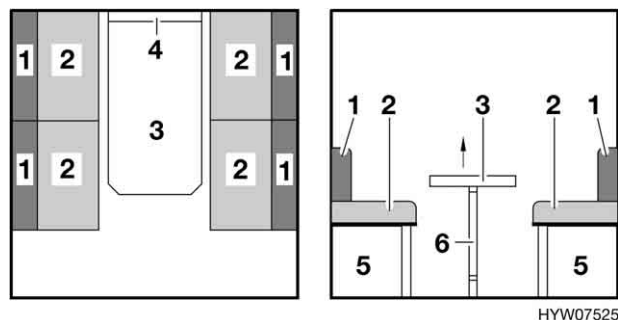

Fig. 53 Prima della trasformazione
- Sollevare leggermente il piano del tavolo in avanti (Fig. 53,3).
- Sbloccare il piede del tavolo (Fig. 53,6) dall'elemento di fissaggio e ribartarlo sul lato inferiore del tavolo.
- Alzare il piano del tavolo di circa 45° e sollevarlo dalla guida di supporto (Fig. 53,4) e riporre il piano del tavolo da parte. Il tavolo non è necessario per la trasformazione dei letti.